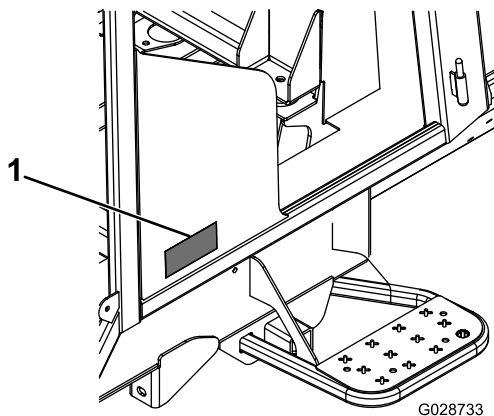
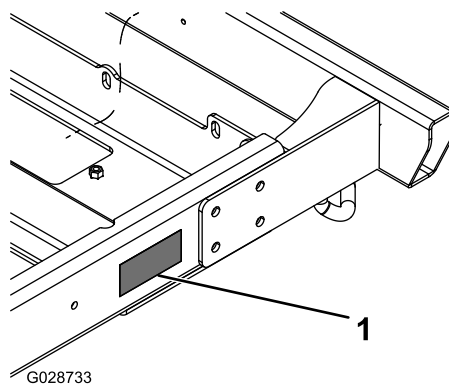

**Figura 38**
**Figura 39**
3. Aplique los 2 trozos restantes de cinta reflectante roja según su modelo, como se muestra en Figura 38, Figura 39, o Figura 40.